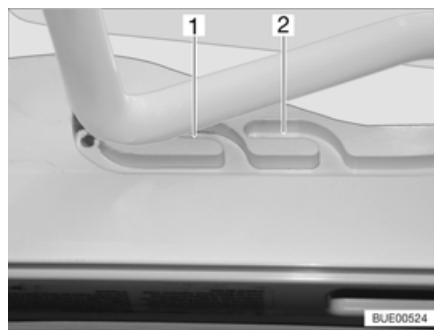
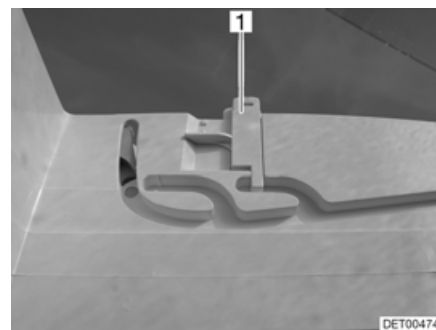

Bild 109 Heki-takluckan i ventilationsläge
Bild 110 Lås ventilationsläge
Heki-takluckan kan ställas i två ventilationslägen: Läget för dåligt väder (Bild 109,1) och mittläget (Bild 109,2). Beroende på modell kan takluckan låsas i mittläget med de båda spärrarna (Bild 110,1) till höger och vänster om ramen till takluckan.
- Tryck bygel lätt uppåt och skjut in den i det valda spåret (Bild 109,1 eller 2) och lås eventuellt.